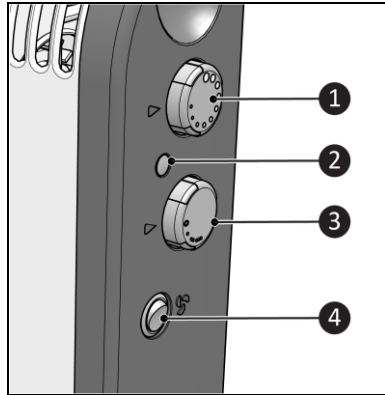

Abbildung 8
1. Drehen Sie den Einschaltknopf (Abbildung 8, Pos. 3) in die gewünschte Position:
2. Drehen Sie den Thermostatknopf (Abbildung 8, Pos. 1) auf das Maximum. Die Kontrollleuchte (Abbildung 8, Pos. 2) leuchtet auf.
3. Wenn der Raum die gewünschte Temperatur erreicht hat, drehen Sie den Thermostatknopf (Abbildung 8, Pos. 1) langsam gegen den Uhrzeigersinn, bis Sie ein Klicken hören. Der Thermostat behält die aktuelle Temperatur bei, indem er die Heizung ein- und ausschaltet.
4. Schalten Sie für eine schnellere und bessere Wärmeverteilung den Ventilator ein (Abbildung 8, Pos. 4).
5. Drehen Sie bei Bedarf den Einschaltknopf (Abbildung 8, Pos. 3) für eine höhere oder niedrigere Leistung.
6. Drehen Sie ggf. den Thermostatknopf (Abbildung 8, Pos. 1) für eine höhere oder niedrigere Temperatur.
1. Stellen Sie den Thermostatknopf (Abbildung 8, Pos. 1) auf seine maximale Position.
2. Lassen Sie den Einschaltknopf (Abbildung 8, Pos. 3) auf AUS.
3. Schalten Sie den Ventilator ein (Abbildung 8, Pos. 4).
1. Stellen Sie sicher, dass sich der Einschaltknopf in der Position AUS befindet (Abbildung 8, Pos. 3).
2. Stellen Sie sicher, dass sich der Ventilatorschalter in der AUS-Position (0) befindet (Abbildung 8, Pos. 4).